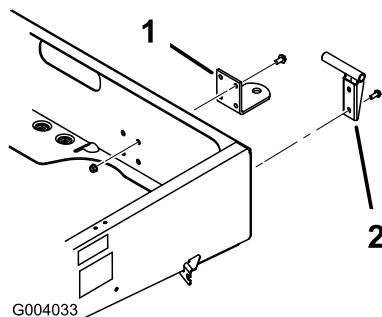

図 8
2. ヒッチとフレームの取り付け穴を整列させる。取り外したネジ類を使ってヒッチを取り付ける（図 8）。
- 左ピボット・ブラケットをフレームの左後角に取り付ける（フランジ・ヘッドねじ(3/8 x 1 インチ) 2本を使用）。各ネジを 22 N.m にトルク締めする。ブラケットは 図 8 のように組み付ける。